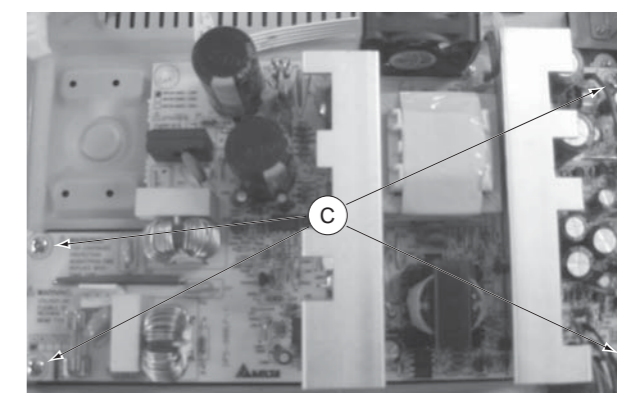

Figura 6
- 2) Solte os 4 parafusos "C" superiores do Painel Power como mostra a figura 6.